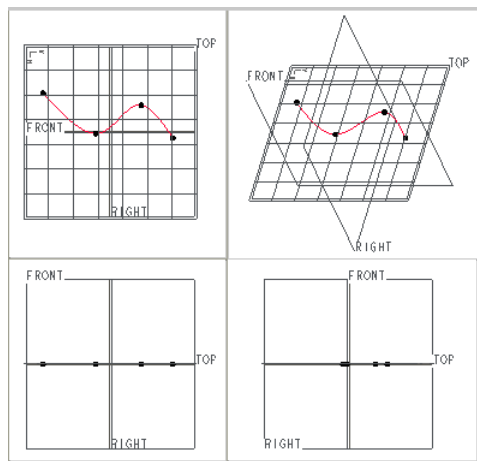

图 8.2.13 四个视图状态（一）
Step7. 单击工具栏中的  按钮，切换到四个视图状态，查看所创建的“平面”ISDX 曲线，如图 8.2.13 所示。